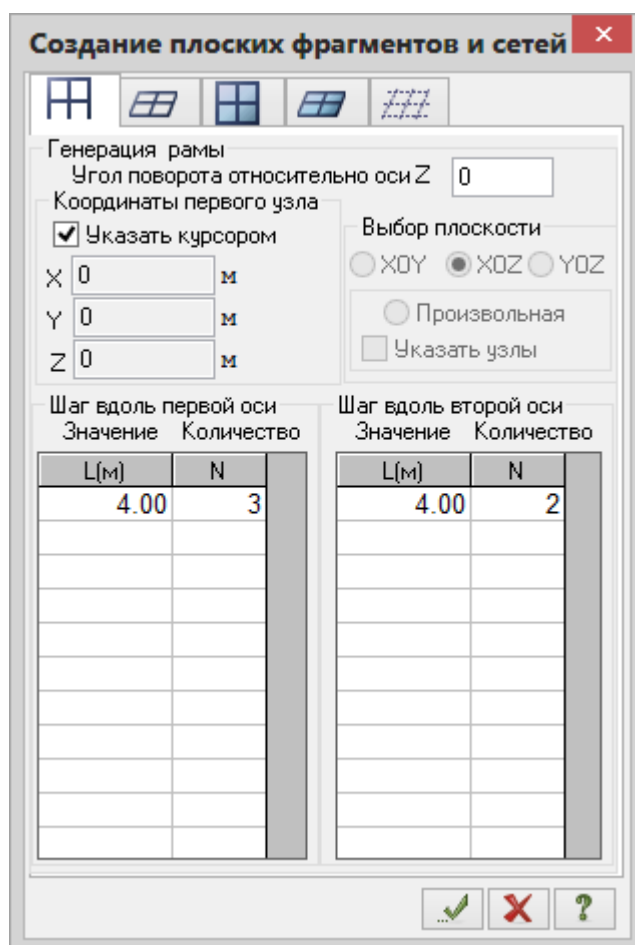

Рис.3.3. Диалоговое окно **Создание плоских фрагментов и сетей**
- Остальные параметры принимаются по умолчанию (рис.3.3).